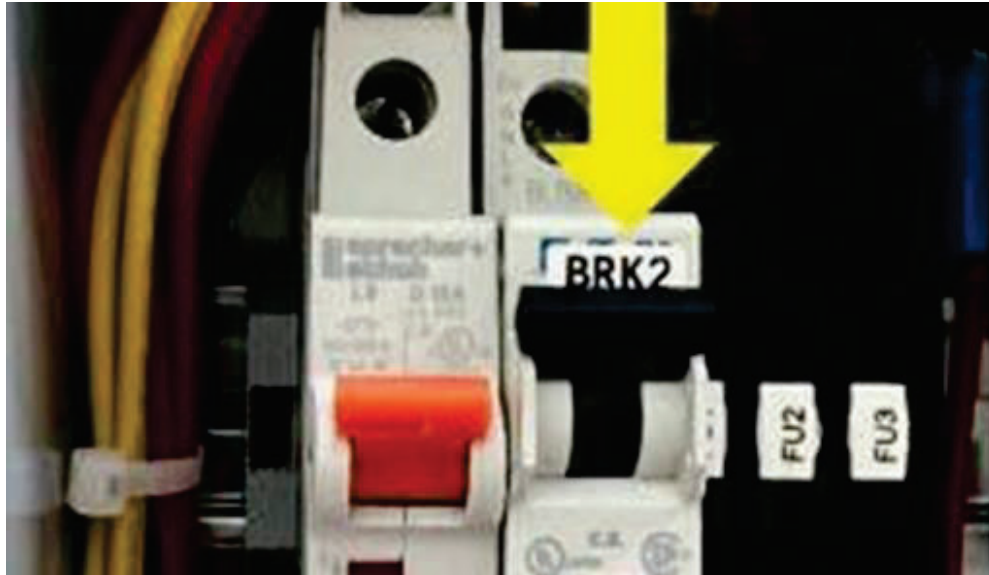

Figura 3-9: Disyuntor de apagado de derivación del dispensador (BRK2) en la posición ARRIBA (CERRADO)
1. Este dibujo se utiliza para el cableado desde el panel de control del VST a la caja de conexiones interna para el motor de la bomba de vacío, las 5 válvulas de control y el sensor de presión. Para referencia vea Figura 3-9.